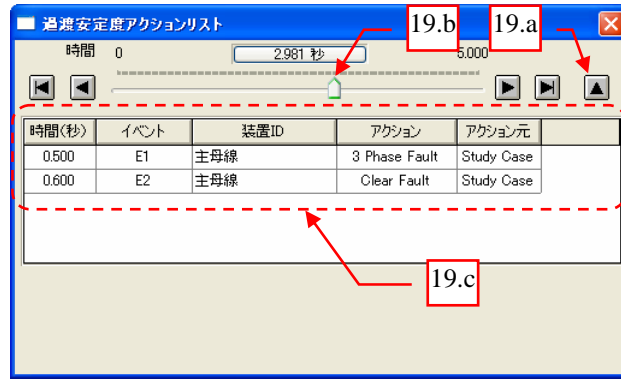

図 12
19. 計算が終了すると“過渡安定度時間尺”ダイアログボックスが開きます。この時間尺は時間ごとにシミュレーションされた結果を表示します。 図 12 参照